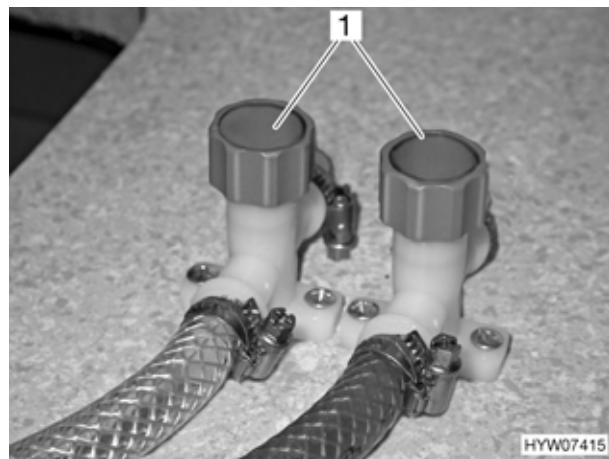
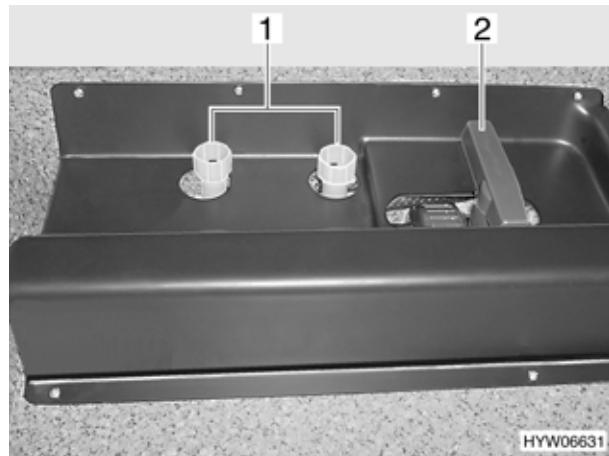

Fig. 169 Rubinetti di scarico sui modelli senza doppio fondo
Fig. 170 Rubinetti di scarico sui modelli con doppio fondo
- Chiudere i rubinetti di scarico: ruotare completamente i cappellotti dei rubinetti (Fig. 169,1 oppure Fig. 170,1) in senso orario. L'ubicazione dei rubinetti di scarico è riportata nella tabella delle "Posizione dei rubinetti di scarico" alla fine del presente capitolo.
- Girare in senso antiorario i cappelletti delle valvole (Fig. 169,1 o Fig. 170,1).